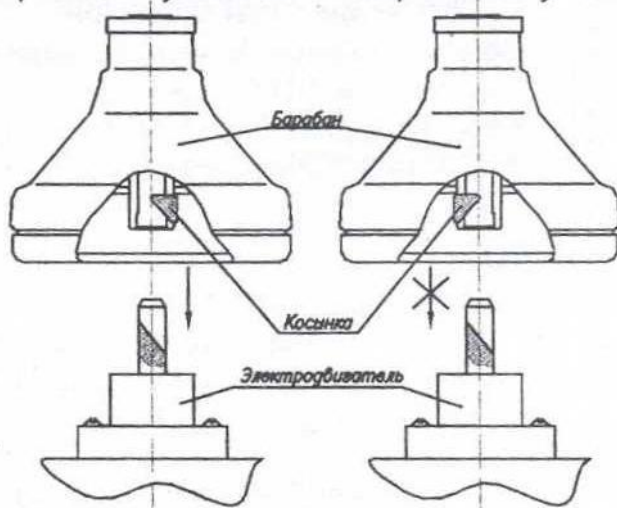

Рис. 3
6.4 Установить барабан на вал электропривода так, чтобы косынка барабана (рис. 3) вошла в паз вала.